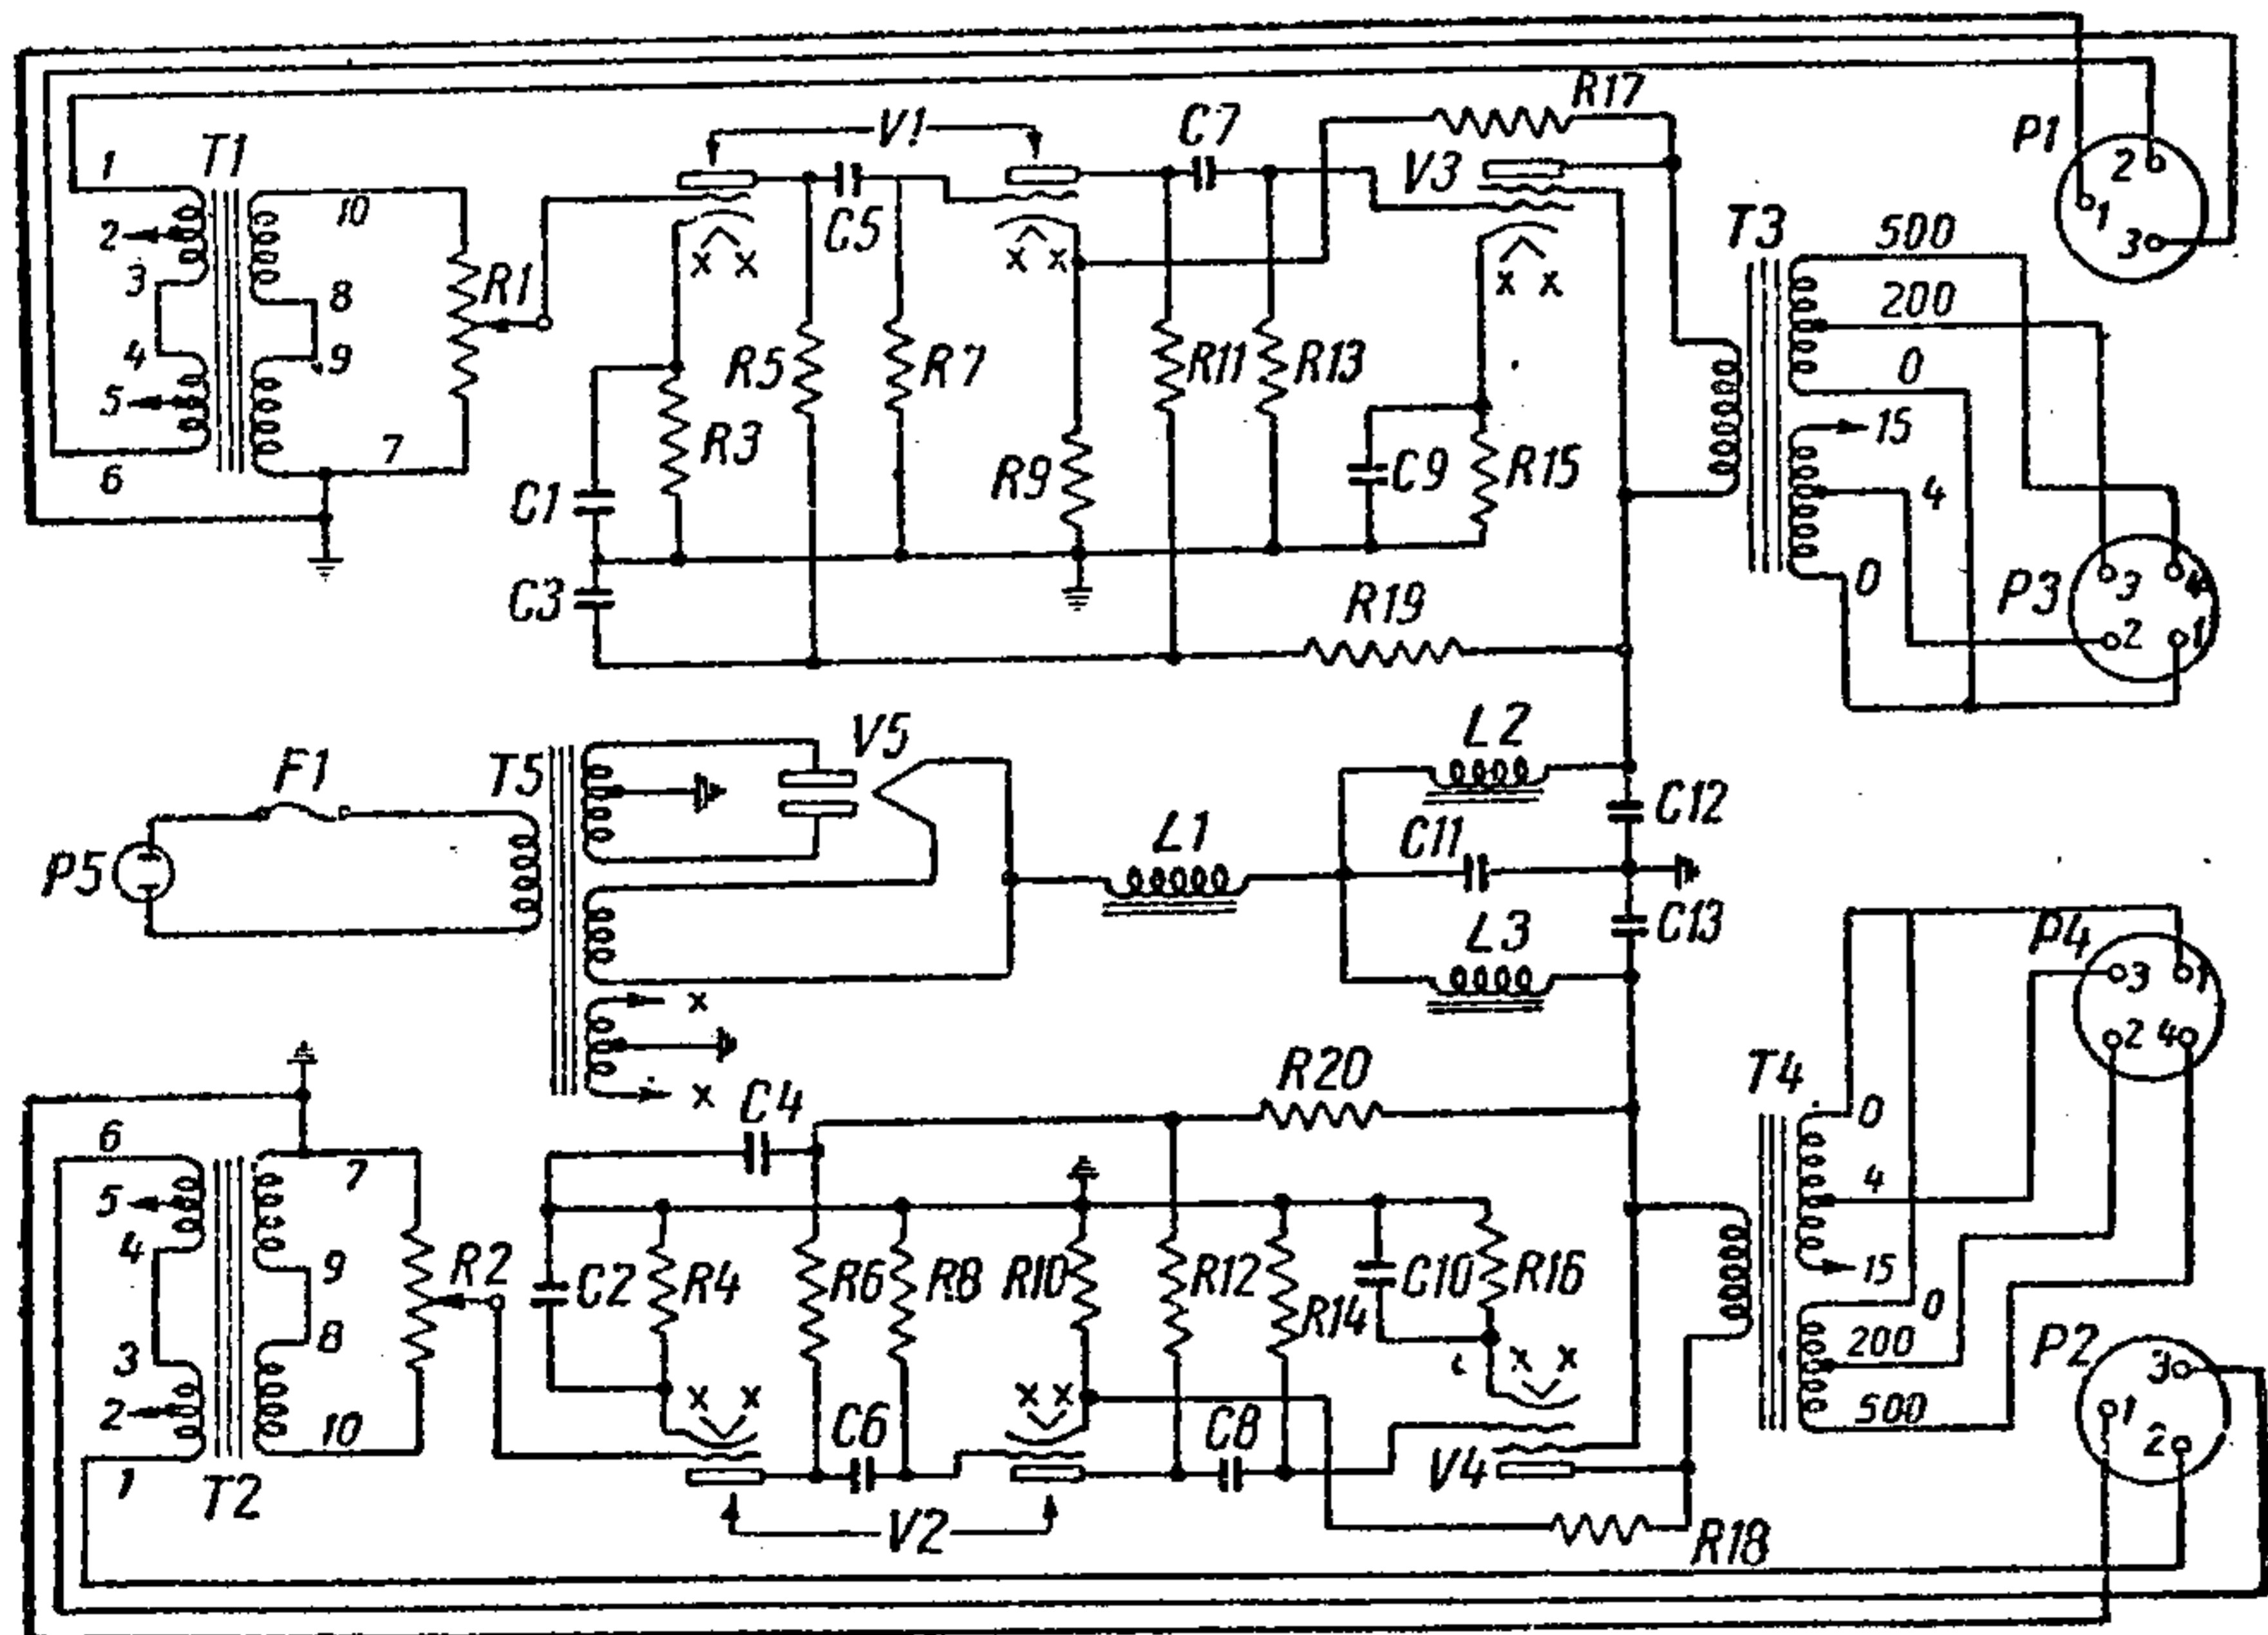

Рис. 39. Схема двухканального усилителя 63А1.
2) двухканального усилителя 63А1, предназначенного для усиления сигналов, поступающих с приемного пункта, и усиления сигналов тонального генератора 90А2 (рис. 39);